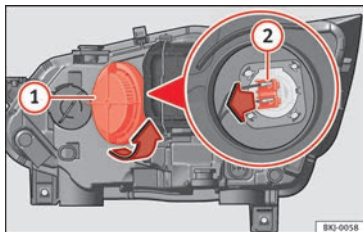

Fig. 109 Dans le compartiment moteur : ampoule des feux de route.
- Tournez le couvercle **1** vers la gauche et retirez-le » **fig. 109**.